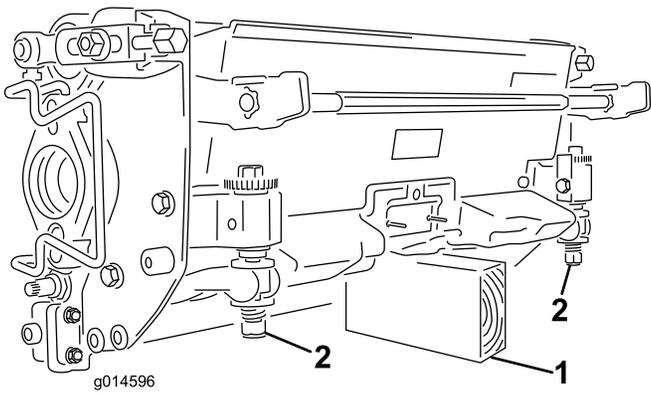

図 44
**重要** ベッドナイフやリールを見るためにカッティングユニットを立てる場合には、ベッドバー調整ねじのナットが床面に接触しないように、カッティングユニットの後ろ側をスタンドなどで支えてください 図 44。